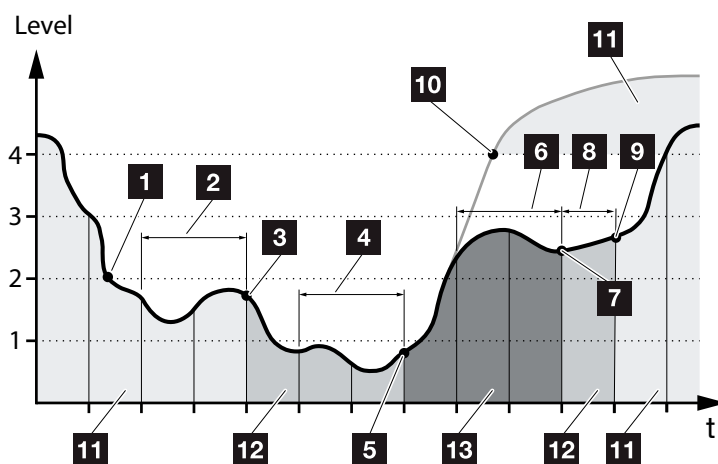

Fig. 47: Modo automático
A diferencia del modo "Automático", aquí la batería se apaga en cuanto la energía de los generadores locales cae por debajo del límite del nivel 1 durante dos días consecutivos.  **Fig. 47, pos. 5**